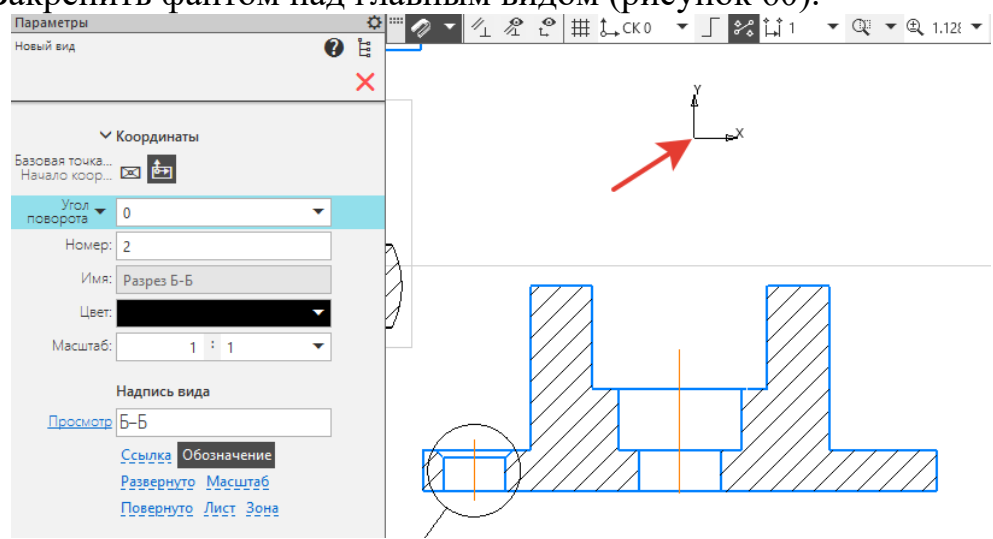

Рисунок 60.
23. Закрепить фантом над главным видом (рисунок 60).